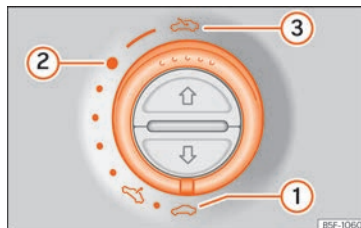

Abb. 110 Im Dachhimmel: Schalter zum Öffnen und Schließen drehen.
- Öffnen: Drehen Sie den Schalter auf die Position »» Abb. 110 ③.
- Komfortstellung: Drehen Sie den Schalter auf die Position »» Abb. 110 ②.
- Schließen: Drehen Sie den Schalter auf die Position »» Abb. 110 ①.
- Der Schalter » » **Abb. 110** muss auf der Position „geschlossen“  stehen.